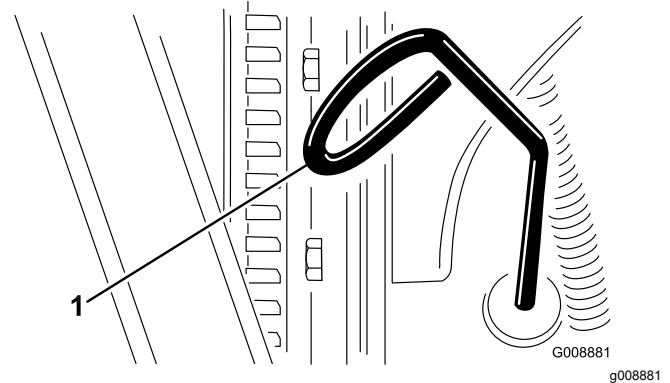

Figure 71
3. Retirez la jauge (Figure 71) et essuyez-la sur un chiffon propre.